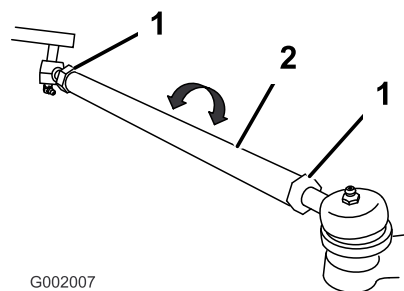

Рисунок 51
5. Если измеренное значение не находится в пределах заданного диапазона, ослабьте контргайки с обоих концов тяг (Рисунок 51).